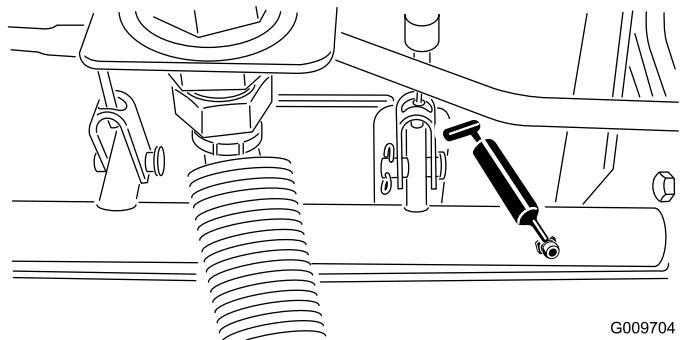

Figura 50
- Rolamentos da articulação do veio do travão (5), como se mostra na Figura 50